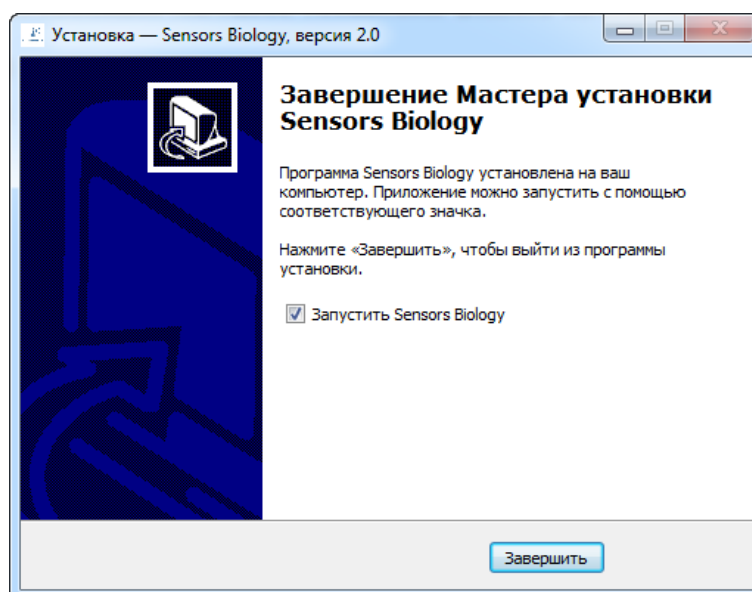

Рисунок 2.5
2.3.3.6 Успешное завершение установки программы **"MNIPI SENS"** (рисунок 2.5). Для выхода нажмите кнопку **"Завершить"**.